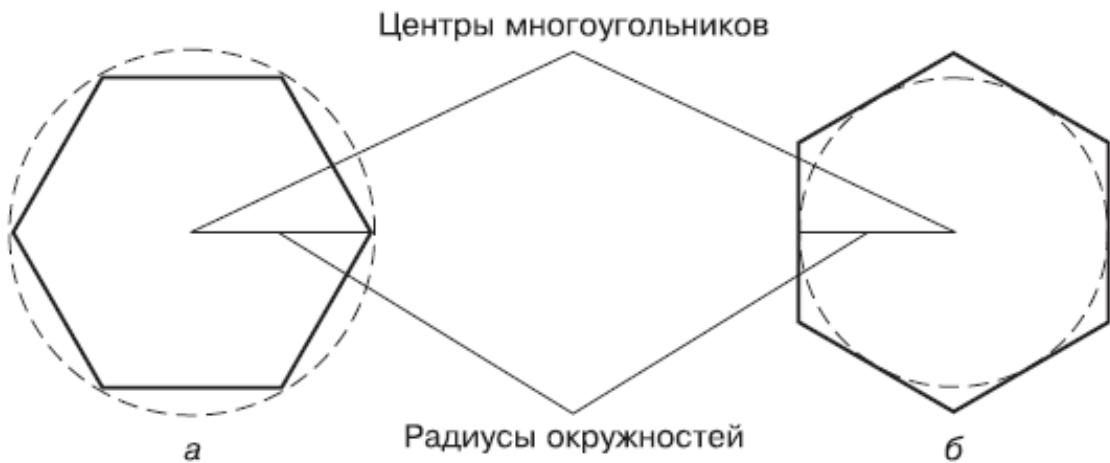

Рис. 2.14. Построение многоугольника и окружности, описанной около него (а) и вписанной в него (б)
• Параметр **Inscribed in circle** позволяет сформировать многоугольник, указав радиус мнимой окружности, описанной около него, то есть окружности, проходящей через все вершины многоугольника (рис. 2.14, а).
- Выбрав параметр Circumscribed about circle, вы сможете создать многоугольник, указав радиус окружности, вписанной в многоугольник, для которой все стороны многоугольника будут являться касательными (рис. 2.14, б).